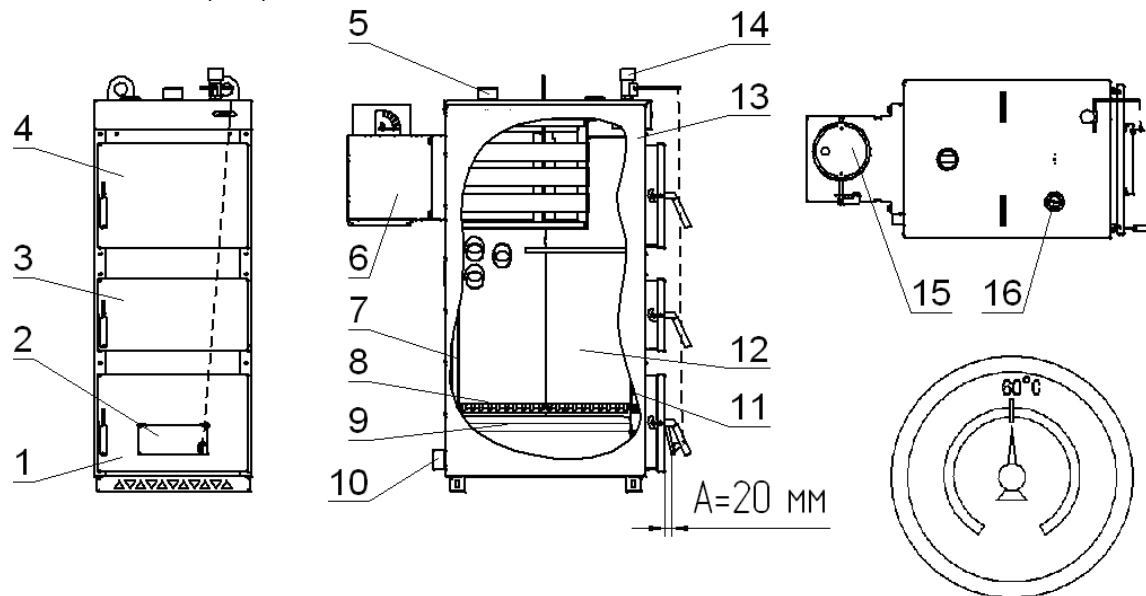

Рис. 1 Схема котла КС-Т-30р
9.1.1 Открыть шибер первичного воздуха 5 (рис. 1). Проверить наличие тяги в дымоходе поднесением полоски тонкой бумаги к щели между шибером первичного воздуха 5 и шуровочной дверцей 4 (при наличии тяги полоска притягивается к щели).
Когда температура воды достигнет 60 °С и будет оставаться устойчивой, отрегулировать длину цепи так, чтобы заслонка оставалась открытой на величину размера А (см. рис.1).